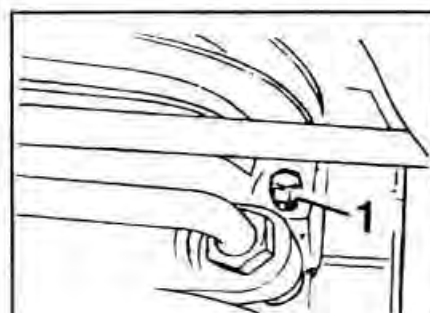

Рис. 8-2. Пробка 1 отверстия для проверки давления масла
- Вывернуть пробку 1 (рис. 8-2) отверстия для проверки давления гидротрансформатора крутящего момента.